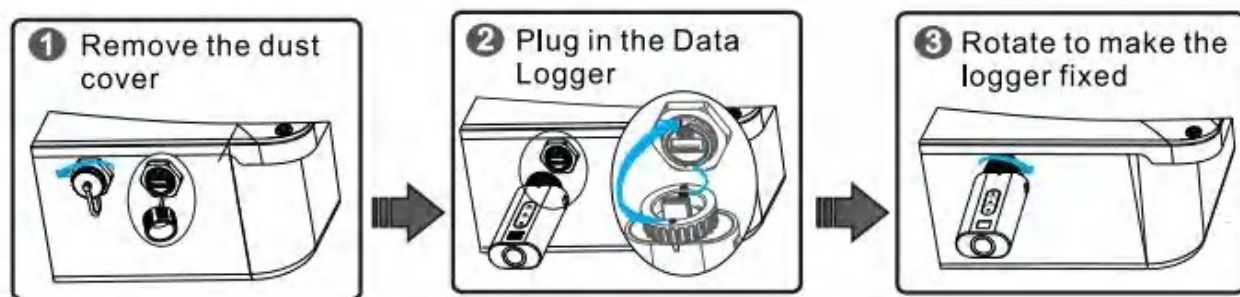

Figura 3-5 Installazione del dispositivo di raccolta dati
1. Questo passaggio è valido solo nei casi in cui il raccoglitore di dati sia configurato. La Figura 3-5 illustra la procedura di installazione.